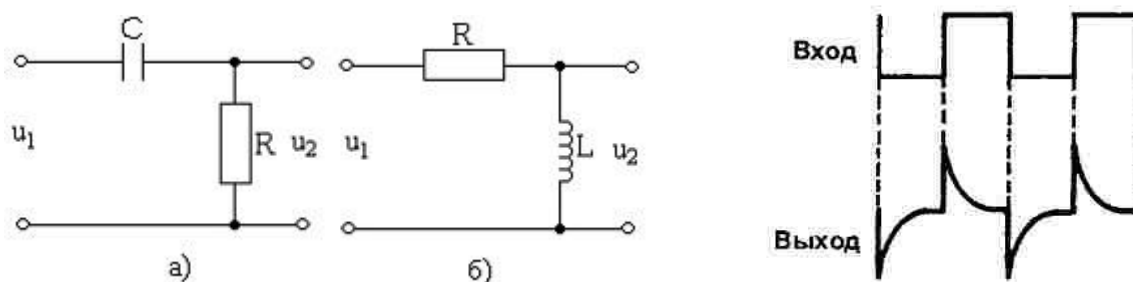

Рис. 7. Дифференцирующие RC-(а) и RL-(б) цепи.
Дифференцирующие и интегрирующие цепи выполнимы и на RL- элементах. Такие цепи называются дуальными. На рис. 7 изображены дуальные дифференцирующие цепи.
т. е. при малых постоянных времени τ RC-цепь (рис. 7, а) осуществляет дифференцирование входного сигнала, поэтому такую цепь называют дифференцирующей RC-цепью.
Аналогичными свойствами обладает и RL-цепь (рис. 7,б).
В общем случае модуль коэффициента передачи (13), или частотная характеристика цепи (рис. 7, а):
Таковыми же характеристиками обладает RL-цепь рис. 7, б с постоянной времени $\tau=L/R$.